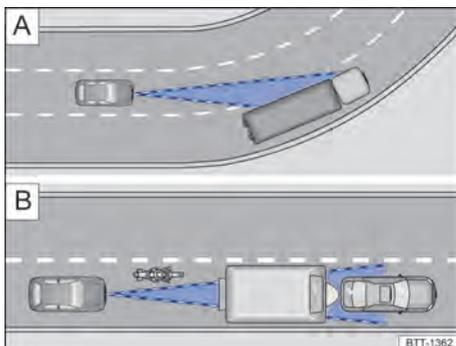

Fig. 102 A) Conducción en curva. B) Vehículos fuera del área de alcance del sensor del radar
El sensor de radar siempre realiza las mediciones en dirección recta. Por lo tanto, los vehículos en curvas cerradas pueden detectarse accidentalmente o los vehículos que se encuentran adelante pueden no detectarse → fig. 102 .
- Vehículos que conducen fuera del área del sensor a poca distancia del propio vehículo, por ejemplo, motocicletas → fig. 102 .